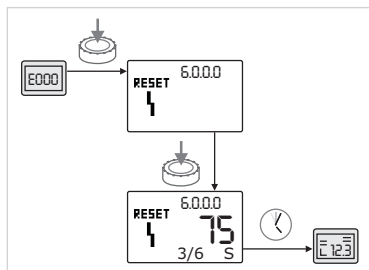

Fig. 52: B tipo klaidos patvirtinimas (X < Y)
- Jei esamas klaidos įvykis mažesnis nei maksimalus įvykis (Fig. 52):